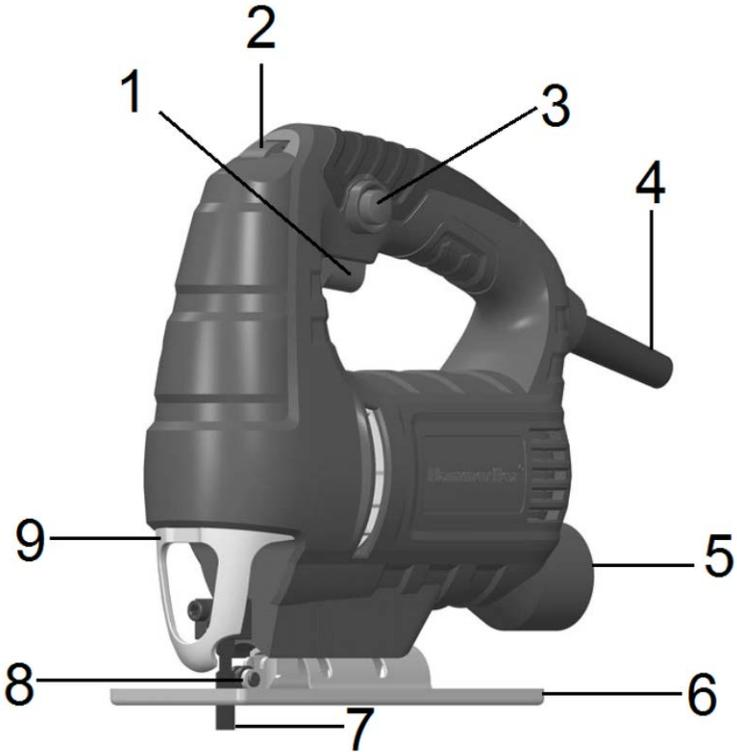

Рис.1
ОПИСАНИЕ ИНСТРУМЕНТА (Рис.1)
- Вставьте ножовочное полотно в гнездо пилкодержателя. При установке следите за тем, чтобы задняя часть ножовочного полотна попала в паз направляющего ролика (8, Рис.1). Обратите внимание на направление зубцов полотна. Они должны смотреть вперед.
Угол установки основания (6, рис.1) можно регулировать до 45 градусов по отношению к плоскости распиливаемого материала. Для этого поступите следующим образом:
Для повышения точности пиления инструмент оснащен направляющим роликом (8, рис.1). Его необходимо отрегулировать так, чтобы он касался задней кромки пильного полотна во время работы.